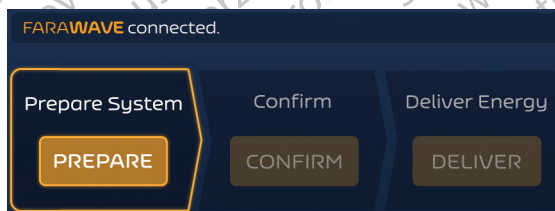
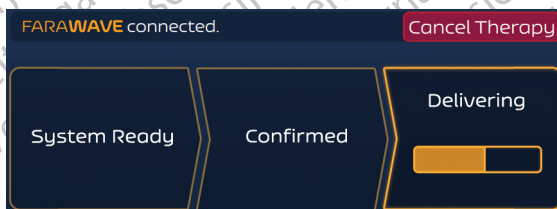

Bild 6. Behandlingsskärmen - Asynkront läge - Viloläge
Bild 11. Behandlingsskärmen - Asynkront läge - Tillförelse pågår
6. Efter att ha valt och anslutit en kateter kommer behandlingsskärmen att återspegla valet (se bild 6 för ett exempel). Asynkront läge är standardläget för energitillförsel för FARASTAR PFA-generatorn.
6. Tryck på knappen DELIVER (TILLFÖR) för att initiera energitillförelse. Du kan när som helst avbryta energitillförelsen genom att trycka på knappen Cancel Therapy (Avbryt behandling) (se bild 11), vilket kommer att försätta FARASTAR PFA-generatorn till viloläget igen (se bild 6).
9. Tryck på CONFIRM (BEKRÄFTA) och sedan på DELIVER (TILLFÖR) för att utföra ytterligare tillförselsprocedurer. Du kan när som helst avbryta energitillförseln genom att trycka på knappen Cancel Therapy (Avbryt behandling). Det återställer FARASTAR PFA-generatoren till viloläget som visas i bild 6.